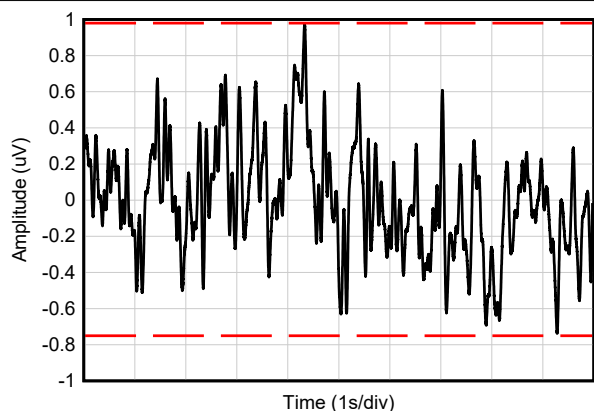

図 6-19. 0.1Hz~10Hz のノイズ
0.1Hz～10Hz のノイズ	<a href="#">図 6-19</a>